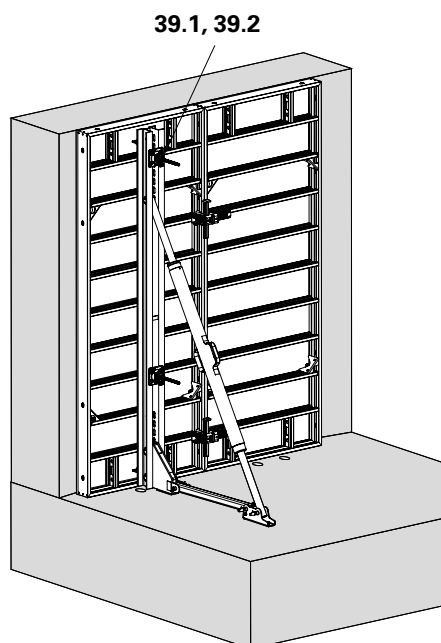

Fig. D4.02
3. Rimuovere le piastre a dado orientabile (39.2) e il tirante con gancio DW 15 (39.1) (Fig. D4.02).
- DOMINO e mensola di ancoraggio SB-L. (Fig. D4.02 + D4.02a)